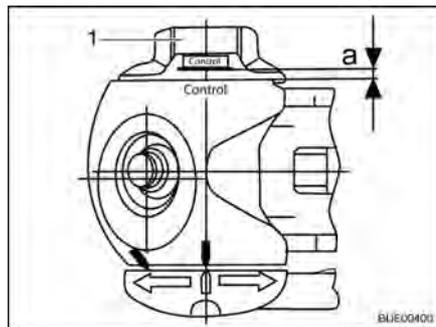

Fig. 193 Control de desgaste
- Girar la ruedecilla (Fig. 193,1) hasta comprobar que la limitación de par emita un sonido audible. Dirección de giro: En sentido de las agujas del reloj.
- Distancia $a > 0$ (Fig. 193): Desgaste dentro del margen permitido.